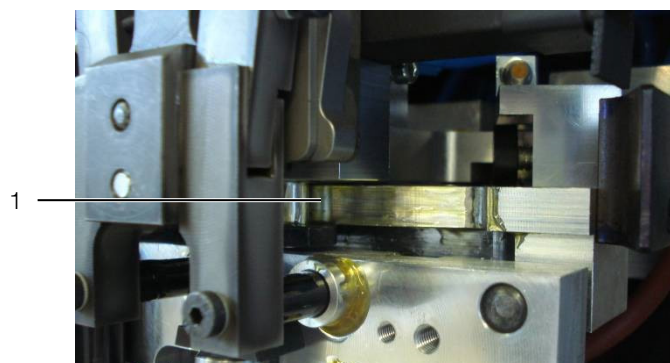

Imagen 22: Carro de herramientas
- Lubrique las superficies de contacto (imagen 22, pos. 1).